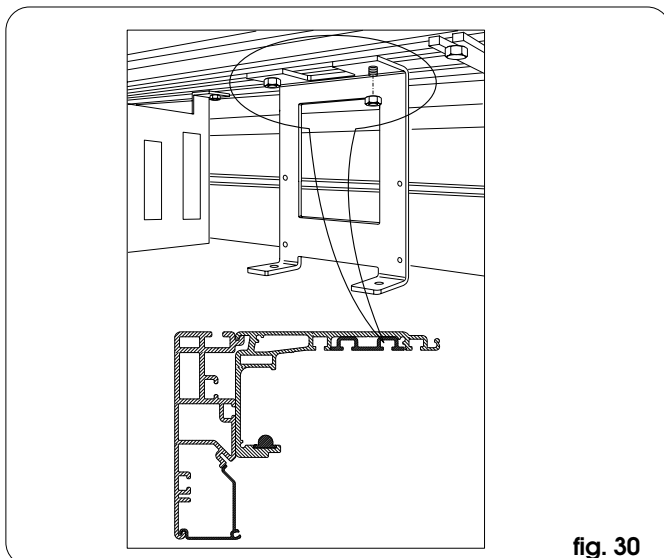

fig. 30
- Monte la brida central utilizando los dos tornillos presentes en el módulo de accionamiento (fig. 30).